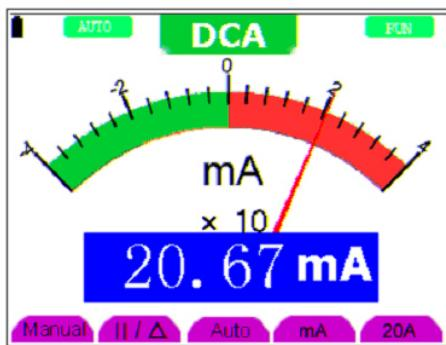

Figura 40: Medida de corriente en Corriente Continua hasta 400 mA.
3. Conecte el otro extremo de los cables rojo y negro al punto que desea medir. Active el circuito bajo prueba y la corriente de DC entre los puntos medidos se mostrará en pantalla. (Ver Figura 40).